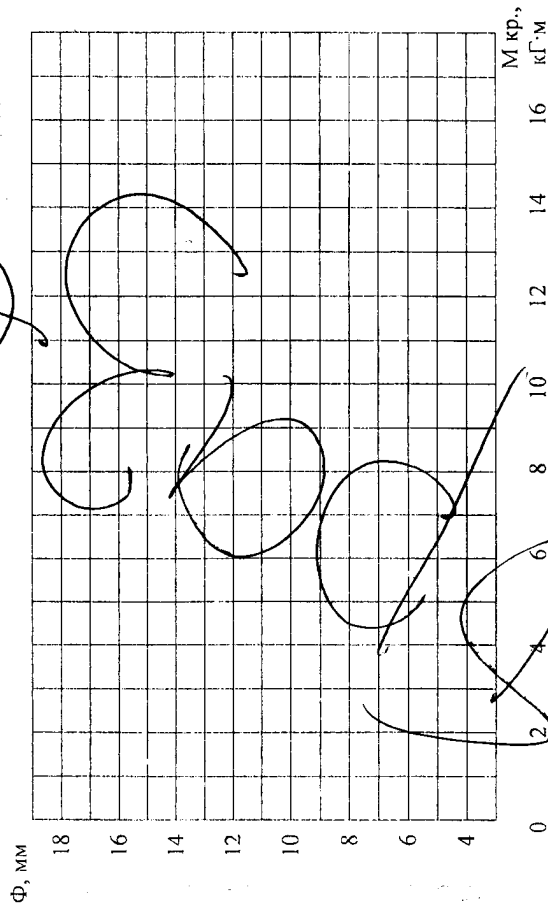

Рис. 5. График настройки крутящего момента
5.9 Регулирование муфты крутящего момента выполняется установкой размера $\varnothing$ (рис.4). Размер $\varnothing$ следует устанавливать в зависимости от требуемого крутящего момента по графику (рис.5) с точностью «плюс-минус» 0,2 мм. Линии графика, определяющие зависимость размера $\varnothing$ от крутящего момента, для разных направлений вращения могут не совпадать и проводятся в виде двух линий: первая «З» – для закрытия, вторая «О» – для открытия.